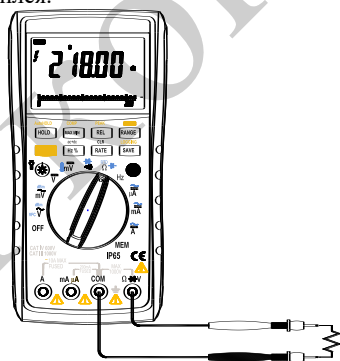

Рисунок 3-4
- Вставьте черный щуп в гнездо "COM", а красный щуп - в гнездо " Ω V" (см. рисунок 3-4).